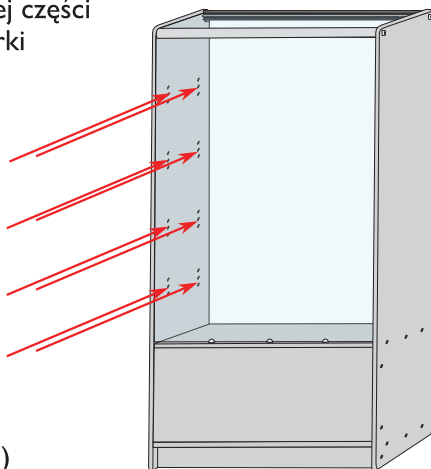

rys.7
7. Wsunąć szklany blat w zagłębienie profilu i przytrzymać go jedną ręką. Drugą ręką oprzeć drugi profil na kołkach i ostrożnie włożyć w zagłębienie blat. Następnie dokręcić profil śrubami M5 (rys. 7).